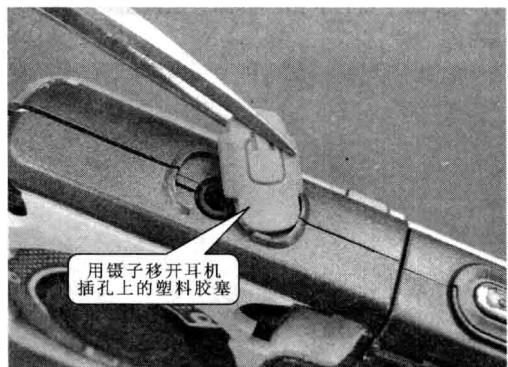

图 1-13 拆卸步骤⑬
步骤⑬ 用镊子移开耳机插孔上的塑料胶塞, 如图 1-13 所示。